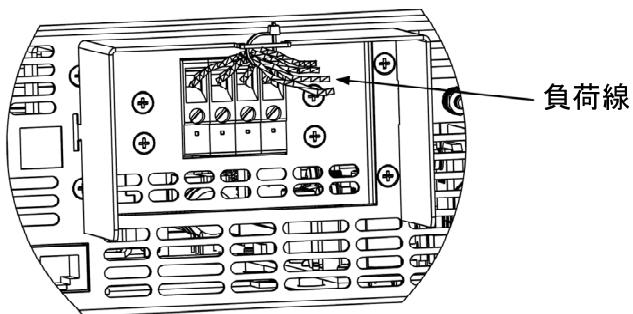

図 2-22 シールドカバーへ負荷線の取付け
- (5) タイラップを使って図 2-22 のように、負荷線をシールドカバーに締付けます。負荷線の抜け防止用です。